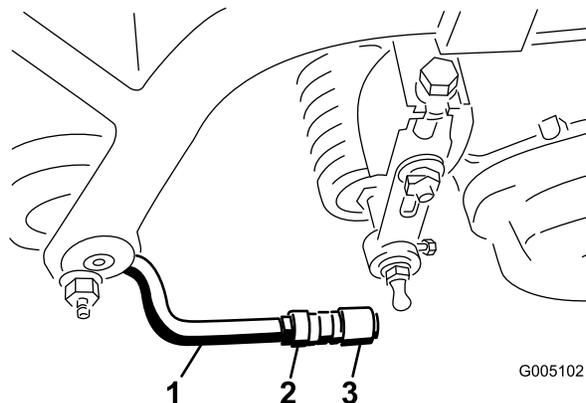

Figura 9
- Efectue o alinhamento dos suportes com as juntas esféricas, de forma a que a zona aberta do suporte se encontre perfeitamente centrada com o tampão esférico. Aperte as porcas para fixar os suportes na posição correcta (Figura 9).